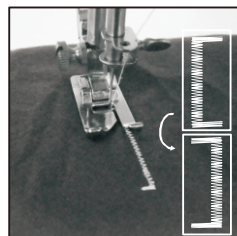

Fig.18
- (5) Nosta paininjalka, käännä kangas 180 astetta (fig.18).